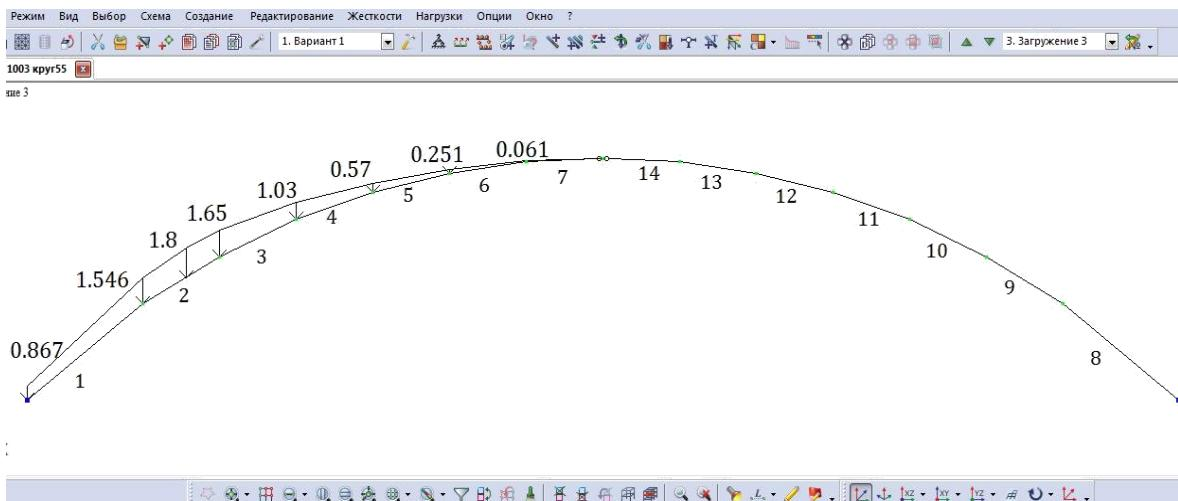

Рис. 2.33. Третье загружение (снеговая нагрузка, распределенная по треугольнику на половине пролета)
- Вид расчетной схемы после задания в схеме нагрузок третьего загружения приведен на рис. 2.33.